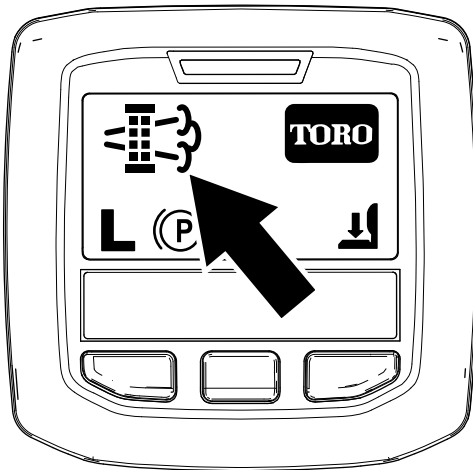

Bild 52
- Wenn der Motorcomputer eine geparkte Regenerierung oder eine Wiederherstellung-Regenerierung anfordert, wird das Symbol für die Anforderung einer Regenerierung (Bild 52) im InfoCenter angezeigt.